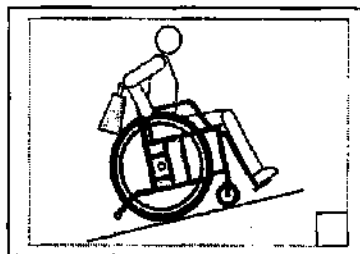

Рис. 13
6.10. Если на спинке коляски висит тяжёлая сумка, следует иметь в виду, что при этом значительно меняется положение центра тяжести и может произойти опрокидывание при подъёме по наклонной плоскости (пандусу) (рис.13).